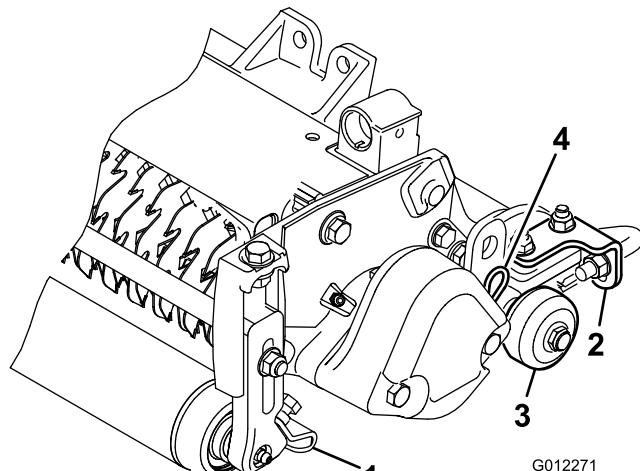

Figura 6
1. Allentate i dadi flangiati che assicurano i raschiarulli (Figura 6).
Prima di abbassare i verticutter fino al pavimento o prima di rimuoverli dalla macchina, abbassate le ruote di trasferimento (Figura 6) per proteggere le lame dal contatto con la superficie dura.
I verticutter possono essere installati su uno qualsiasi dei tre punti di montaggio del trattore. La figura 6 illustra l'orientamento del motore idraulico rispetto a ciascuno dei punti di montaggio. Per tutte le posizioni che richiedono il montaggio del motore sul lato destro del verticutter, installate un contrappeso sul lato sinistro. Per le posizioni che richiedono il montaggio del motore sul lato sinistro, installate un contrappeso sul lato destro del verticutter.